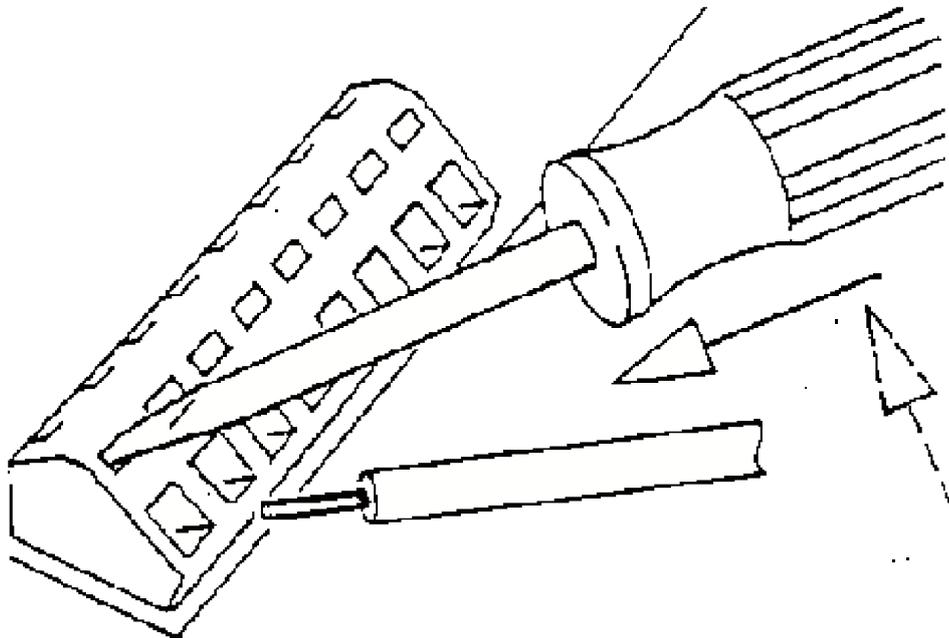

Figura 7: Modalità d'uso dei morsetti
- Informazione su come operare con i morsetti privi di viti di serraggio: la figura 7 indica come aprire il morsetto con un cacciavite. Il morsetto può ricevere solo un conduttore.